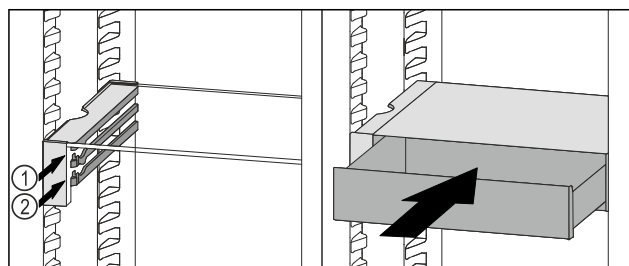

Fig. 78
- ▶ Așezați sertarul VarioSafe în spatele opritoarelor pe nervura dorită Fig. 78 (1) sau Fig. 78 (2).